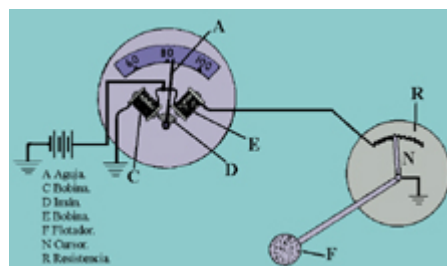

Fig. 37
- Indicador del nivel de gasolina. (**fig. 37**)